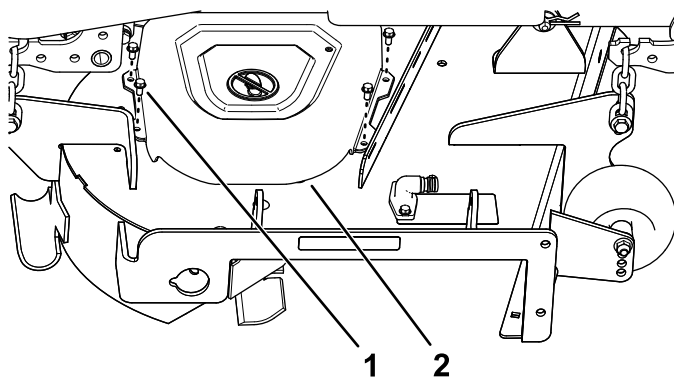

Figura 7
3. Retire os quatro parafusos ($\frac{1}{4}$ pol. x $\frac{1}{2}$ pol.) que prendem a cobertura da correia direita e retire a cobertura (Figura 7).